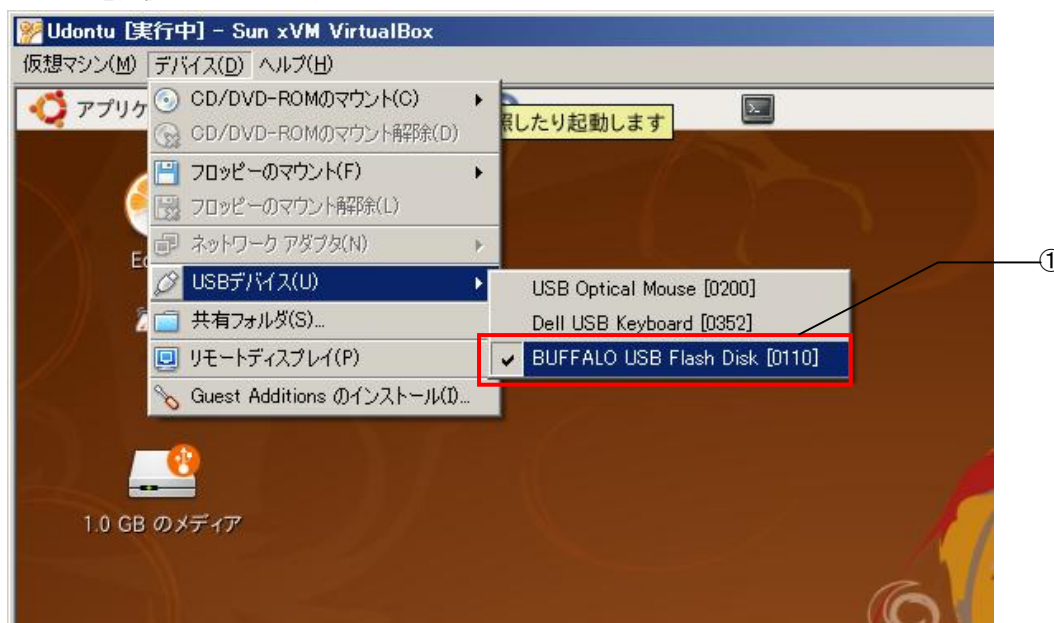

図 2-4-3-1. ゲスト OS 上での USB 機器の取り外し
ドライバのインストールが終了したら、一旦 USB 機器を取り外し、仮想マシンを起動してください。仮想マシン起動後、USB 機器を PC に接続することで仮想マシンが USB 機器を認識ようになります。仮想マシン上で USB デバイスを認識すると、図 2-4-3-1 のように、画面上部メニューの「デバイス (D)」- 「USB デバイス (U)」の項目に追加されます。